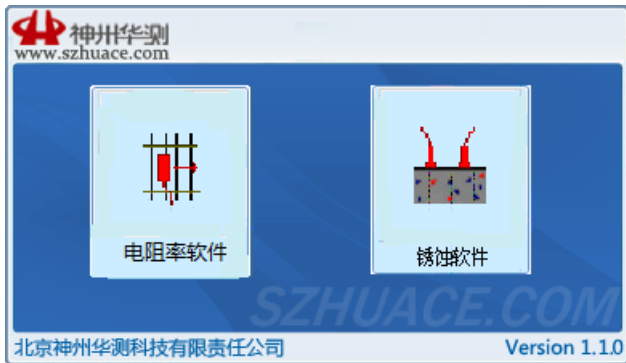

图 1-1 软件总体界面
1、电阻率软件模块，用于混凝土电阻率测试的后期数据处理。2、锈蚀软件模块，用于钢筋锈蚀程度测试的后期数据处理。如图 1-1 所示。用户把鼠标移动到某个模块上，该模块的图标会高亮显示，点击鼠标左键即可进入该模块。